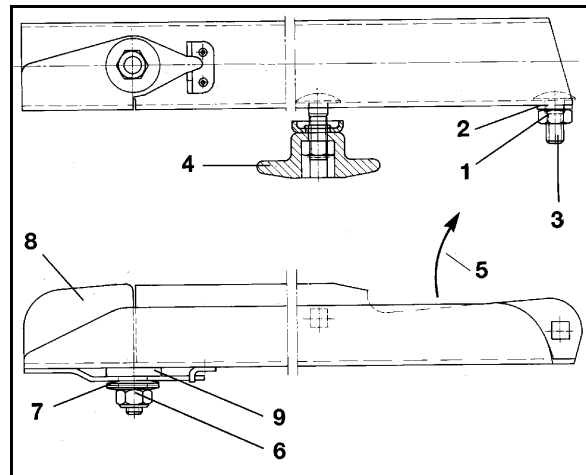

Fig. 85
Achten Sie unbedingt auf die korrekte Montage der Streuschaufeln! Die offene Seite der U-förmigen Streuschaufel weist in Drehrichtung (Fig. 85/5).
1. Lösen und entfernen Sie den Fixierbolzen (Fig. 85/3).
2. Lösen und entfernen Sie die schnell-lösbare Schraubverbindung (Fig. 85/4).
4. Tauschen Sie die benutzten selbstsichernden Muttern (Fig. 85/1) der Fixierbolzen gegen unbenutzte selbstsichernde Muttern aus.
5. Sichern Sie die jeweilige Streuschaufel mit Fixierbolzen, Unterlegscheibe und einer unbenutzten, selbstsichernden Mutter (Fig. 85/1) beweglich auf der Streuscheibe.
6. Ziehen Sie die selbstsichernde Mutter (Fig. 85/1) mit einem Werkzeug so fest an, dass Sie die Streuschaufel gerade noch von Hand verschwenken können.
7. Montieren Sie die jeweilige schnell-lösbare Schraubverbindung (Fig. 85/4), bestehend aus Flachrundschraube, Tellerfeder und Flügelmutter. Beachten Sie, dass die offene Seite der Tellerfeder unbedingt zur Streuscheibe weist.
9. Ziehen Sie die jeweilige Flügelmutter der schnell-lösbare Schraubverbindung (Fig. 85/4) von Hand fest an (werkzeuglos).